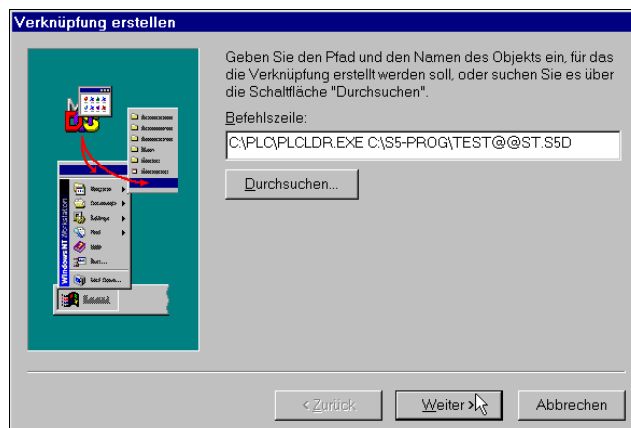

Abbildung 2-5
4. In die Befehlszeile des Dialogfelds *Verknüpfungen erstellen* „<Pfad>\PLCLDR.EXE <Pfad>\<SPS-Programmdatei>“, eingeben (Abbildung 2-5) und mit **Weiter** bestätigen.